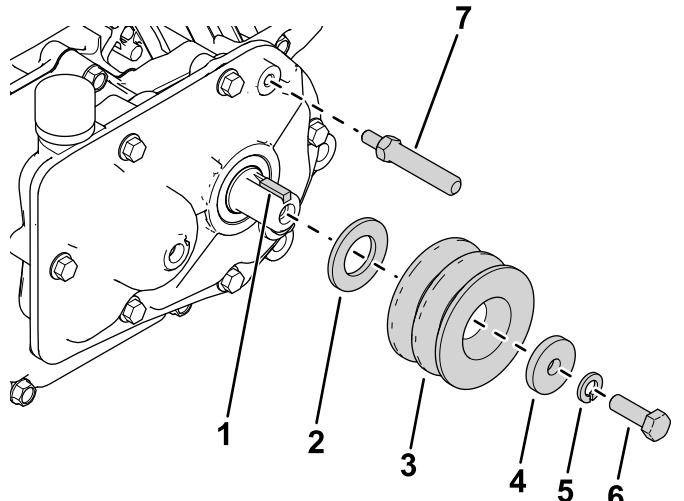

Рисунок 2
2. Вставьте квадратную шпонку в выходной вал (Рисунок 2).
и болт (5/16 x 1 дюйм), как показано на Рисунок 2.
- Установите поворотный вал тяги на редуктор (Рисунок 2).